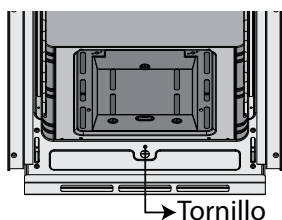

Figura 14
1. Abra la puerta del horno. El difusor está localizado en la parte inferior del producto. Figura 14, retire el tornillo de fijación.